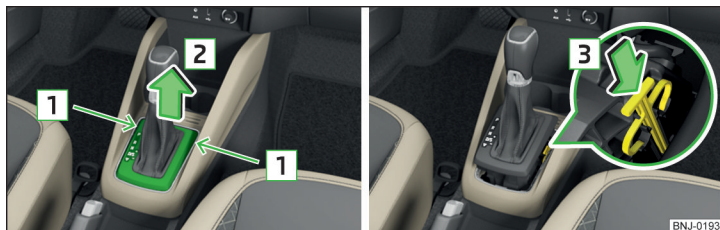

Bild 196 Nödupplåsning av växelväljare
- › Stick in en tunn spårskruvmejsel eller liknande verktyg i skåran i pilens riktning **1** » bild 196 och lyft upp kåpan i pilens riktning **2**.